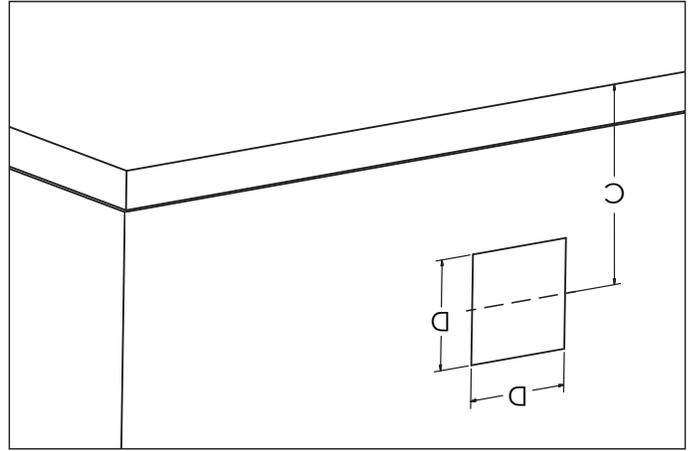

Figure 11
2. Dessinez la position du trou pour le tuyau d'admission d'air, en tenant compte des dégagements minimaux mentionnés dans la figure 6. Voir les dimensions du trou carré « D » et la hauteur jusqu'au centre « C » dans le tableau 1 et la figure 11 pour les différents modèles. La hauteur « C » est le minimum recommandé.